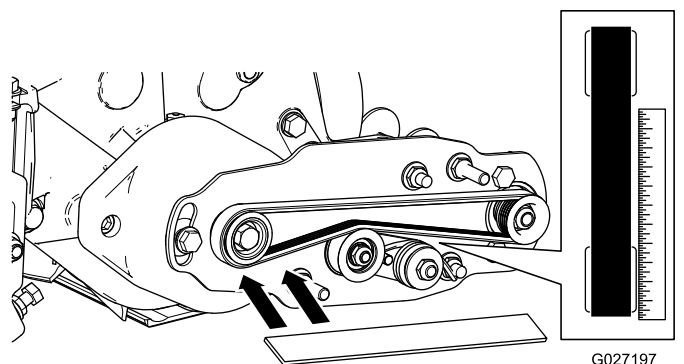

Figure 23
1. Placez une règle de vérification le long de la face extérieure de la poulie d'entraînement (Figure 23).